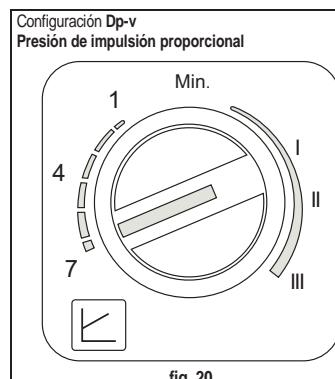

fig. 20
- Configuración Dp-v Presión de impulsión proporcional (fig. 20)